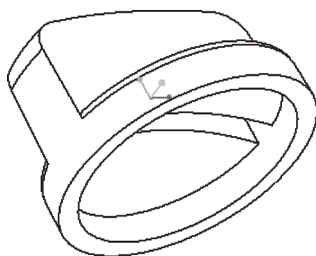

图 12-16 抽壳效果
- 4) 在“壳”选项卡中单击 (完成) 按钮, 抽壳效果如图 12-16 所示。